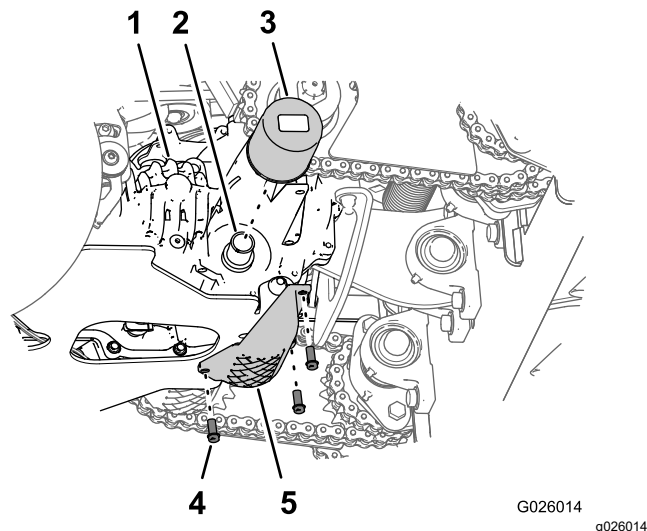

Figure 57
4. Nettoyez la surface autour du filtre de transmission (Figure 57).
6. Tournez le filtre dans le sens antihoraire et déposez-le (Figure 57).
8. Posez le filtre en le tournant dans le sens horaire sur l'adaptateur jusqu'à ce que le joint rejoigne la base de l'adaptateur, puis serrez encore le filtre de $\frac{3}{4}$ à 1 tour (Figure 57).
9. Montez la protection du filtre au moyen des 3 boulons à embase ($\frac{1}{4} \times \frac{3}{4}$ po) que vous avez retirés à l'opération 3 (Figure 57); serrez les boulons à un couple de 10,17 à 12,43 N-m (90 à 110 lb-po).
3. Retirez les 3 boulons à embase ($\frac{1}{4} \times \frac{3}{4}$ po) qui fixent la protection du filtre à la transmission, et déposez la protection (Figure 57).